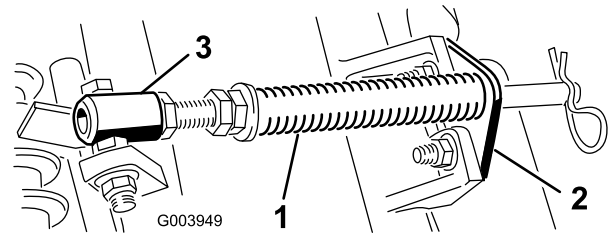

図 5
- A. カッティングユニットのタブにロッドブラケットを固定しているキャリッジボルト2本を外す(図 5)。
- B. スプリングチューブのボルトをキャリアフレームのタブに固定しているフランジナット(図 5)を外し、アSEMBリを取り外す。